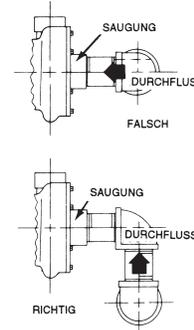

ABBILDUNG 2
AUSTAUSCH DES KUGELLAGERS... Vorgenannte Anleitungen bis zur Entfernung des Schaftes befolgen. Vier Befestigungsschrauben des Motors an der Motorhalterung (27) entfernen. Sprengringe vom Drehkreuz abnehmen, Drehkreuz entfernen und den Motor von der Pumpe abnehmen. Kontermutter und Unterlegscheibe (25) entfernen und das Ende der Welle vorsichtig auf die Unterlage am Boden (Holz, etc.) fallen lassen. (Abbildung 1) Die Installation des Kugellagergehäuses erfolgt im Wärmeausdehnungsverfahren und es kann sein, daß man zur Entfernung das Aggregat in eine Dornpresse einspannen muß (Abbildung 2). Kugellager (2) wird vor dem Wiederausbau an der Welle montiert, und Kugellager (6) wird vor dem Wiederausbau im Kugellagergehäuse (26) installiert. Die ordnungsgemäße Installation der Kugellager ist auf Seite 10 beschrieben. Beim Zusammenbau die Welle durch das Kugellagergehäuse schieben und die Montage in umgekehrter Reihenfolge ausführen.
AUSTAUGH DES KUGELLAGERS... Vorgenannte Anleitungen bis zur Entfernung des Schaftes befolgen. Vier Befestigungsschrauben des Motors an der Motohalterung (27) entfernen. Sprengringe vom Drehkreuz abnehmen, Drehkreuz entfernen und den Motor von der Pumpe abnehmen. Kontermutter und Unterlegscheibe (25) entfernen, das Aggregat herumdrehen und das ende der Welle vorsichtig auf die Holzunterlage am Boden fallen lassen. (Abbildung 1) Die Installation des Kugallegerringkafigs (28) erfolgt im Wärmeausdehnungsverfahren und es kann sein, daß man zum Entfernen das Aggregat in eine Dornpresse einspannen muß (Abbildung 2). Kugellager (2) wird vor dem Wiederausammenbau an Welle montiert, und Kugellager (6) wird vor dem Wiederaufbau im Kugellagergehäuse (26) instlliert. Die ordnungsgemäße Installation der Kugellager ist auf Seite 10 beschrieben. Beim Zusammenbau die Welle durch das Kugellagergehäuse schieben und die Montage in umgekehrter Reihenfolge ausführen.
Wenn die Welle nicht zu lang ist, kann sie unterhalb der Dorn- presse abgestützt werden und das Lager durch Druck mit einem Weichmetallrohr auf die Welle gedrückt werden (siehe Abbildung 2). Das Rohr muß innen und außen vollkommen sauber sein, und der Rohrdurchmesser soll etwas größer als die lichte Weite des Lagers sein. Die Rohrenden sollen rechteckig sein (mit angefrasteten Kanten, um Metallspäne durch Abschaben zu vermeiden) und nur mit dem inneren Ring des Lagers in Kontakt kommen. Um das Verkanten des Lagers auf dem Wellensitz zu verhindern, muß die Welle mit dem Preßkolben der Dorn- presse ausgerichtet gehalten werden.